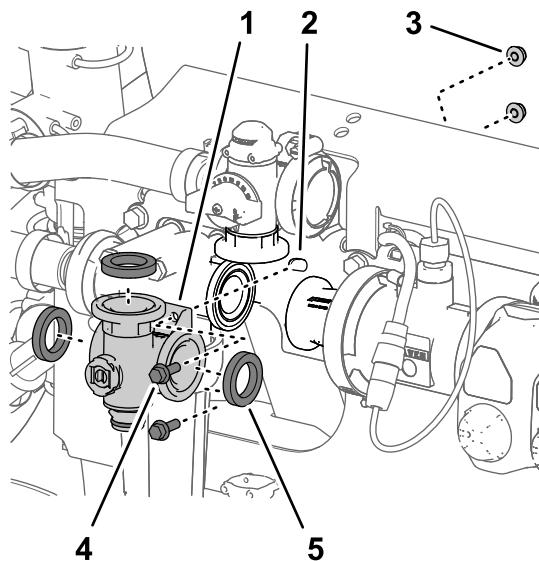
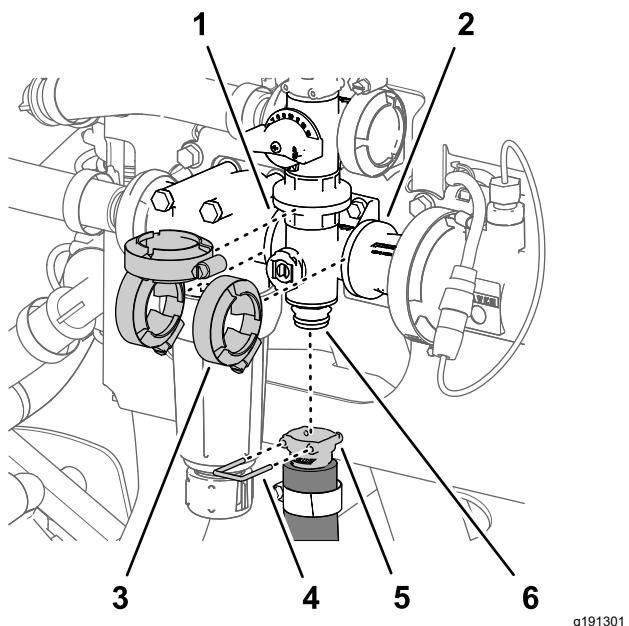

Figure 135
Figure 136
1. Alignez la bride du collecteur de la vanne d'agitation et les 3 joints sur les brides de la vanne de dérivation d'agitation, de la tête du filtre de pression et de l'adaptateur d'accouplement (Figure 135 et Figure 136).
2. Fixez légèrement le collecteur de vanne d'agitation à la vanne de dérivation d'agitation, la tête du filtre de pression et l'adaptateur d'accouplement (Figure 136) à l'aide des 3 colliers bride que vous avez retirés à la section Dépose de la vanne d'agitation du collecteur (page 90).
5. Serrez les 3 colliers bride à la main (Figure 136).
6. Fixez le raccord rapide du flexible d'agitation au raccord rapide du collecteur de vanne d'agitation à l'aide de l'étrier de fixation (Figure 136).